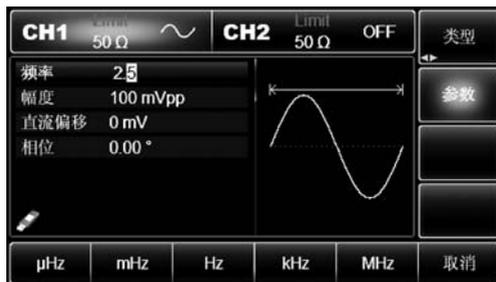

图 1-3 频率值的输入
(1) CH1/CH2 信息：当前选中的通道标识会高亮显示。
① Limit 表示输出幅度限制,白色为有效,灰色为无效。
② 50Ω 表示输出端要匹配的阻抗 50Ω(1Ω~10kΩ 可调,或为高阻,出厂默认为 50Ω)。
③  表示当前输出信号为正弦波(不同工作模式下可能为“基波波形”“调制”“扫频”“脉冲串”“关”字样)。
(2) 软键标签：用于标识旁边的功能菜单软键和菜单操作软键当前的功能。高亮显示时标签的正中央显示当前通道的颜色或系统设置时的灰色,字体为纯白色。
① 屏幕右方的标签：如果标签高亮显示,说明被选中,则位于屏幕下方的 6 个子软键标签显示的就是它指示的内容(注意：如果当前被选中的标签子目录级数比较多,则下方显示的不一定是它下一级子目录的内容,例如,图 1-3 中的“类型”标签高亮显示,屏幕下方恰好显示的是波形的种类,属于“类型”标签的下一级目录,但如果此时按 Menu 键,右方的标签将会是“波形”标签高亮,而屏幕下方的标签内容无变化,并不是显示的“波形”标签的下一级子目录。“波形”标签的下一级子目应该是“类型”和“参数”)。如果要显示的子标签数大于 6 个(当子标签数大于 6 个时会在标签的右下角显示小三角形符号 )则需要分多屏显示,
(1) 依次按 Menu→“波形”→“参数”→“频率”(如果按“参数”软键后没有在屏幕下方弹出“频率”标签,则需要再次按“参数”软键进行下一屏子标签显示)。要改为设置波形周期,可再次按“频率”软键切换到“周期”,频率和周期可以相互切换。
(2) 使用数字键盘输入所需数字 2.5,如图 1-3 所示。